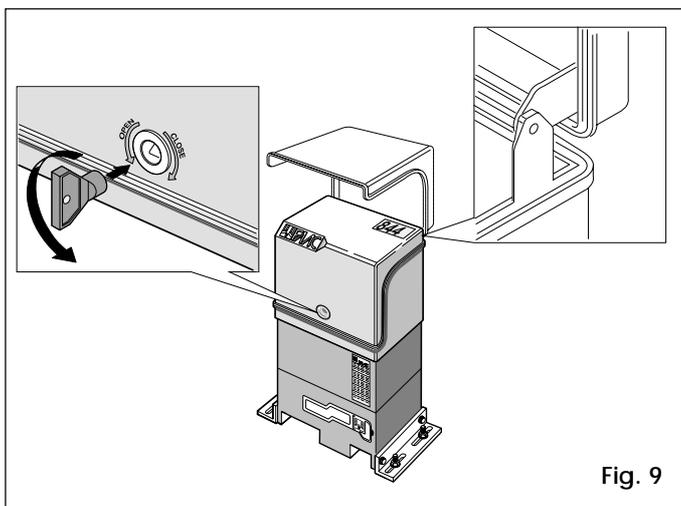

Fig. 9
- 2) Ouvrir le couvercle de l'opérateur au moyen de la clé triangulaire fournie comme indiqué Fig. 9. Le couvercle reste ouvert grâce à un système de blocage prévu à cet effet.